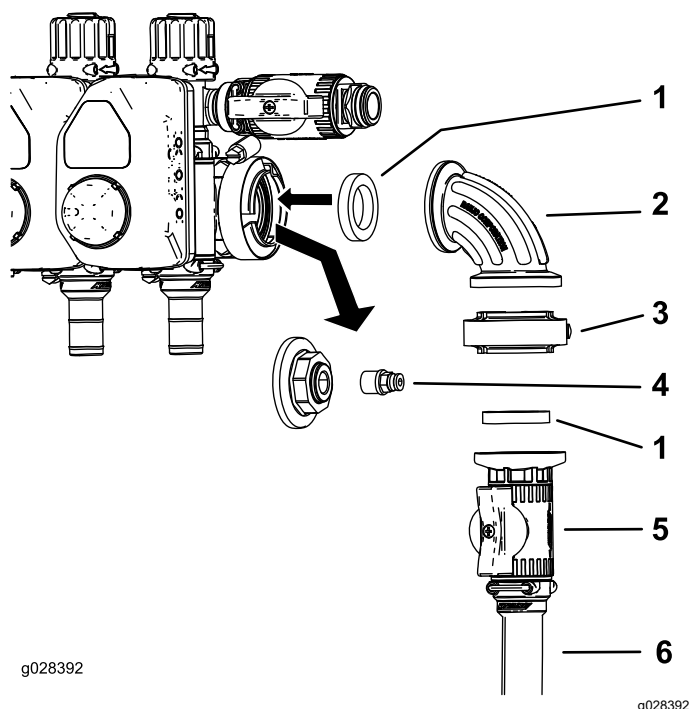
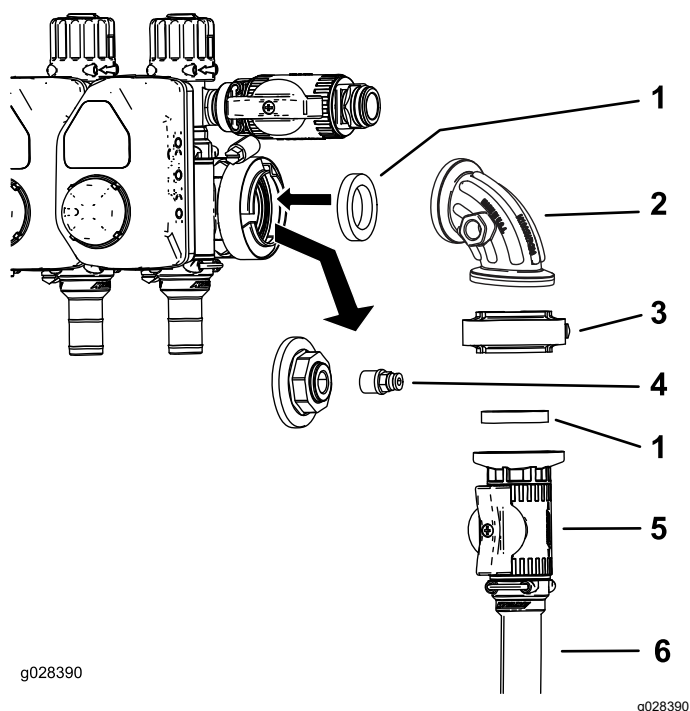

Figura 7
Figura 8
1. Îndepărtați clemă cu flană care fixează capacul i elementul de cuplaj la portul manometrului (Figura 7 sau Figura 8).
- Îndepărtați elementul de cuplaj de pe capac (Figura 7 i Figura 8).
- Montați ansamblul supapei de control, conform indicațiilor din Figura 7 sau Figura 8.
- Montați elementul de cuplaj în portul deschis al fittingului de 90 de grade (Figura 7 sau Figura 8).
Notă: Portul lateral al fittingului de 90 de grade pentru modelele Multi Pro 1750 i Multi Pro WM se află în partea frontală (nu este afiată) a fittingului din Figura 7.
- Conectați furtunul de alimentare cu tambur la supapa de control cu ajutorul unei cleme pentru furtun (Figura 7 sau Figura 8).